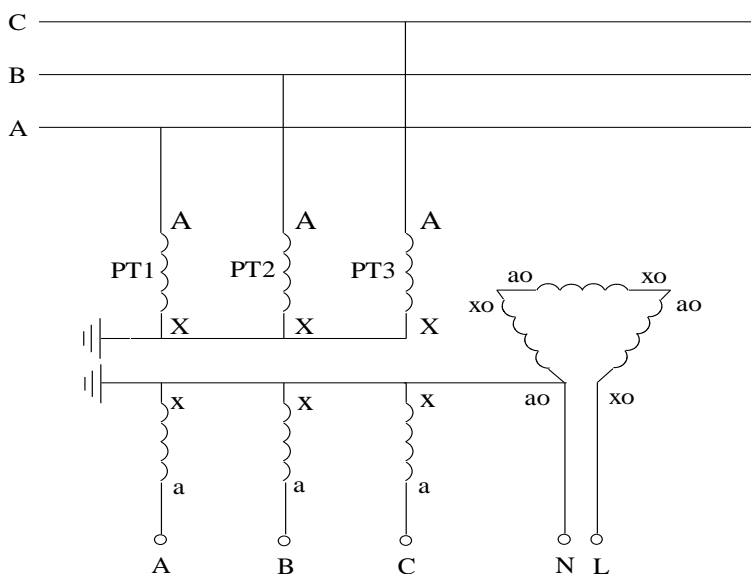
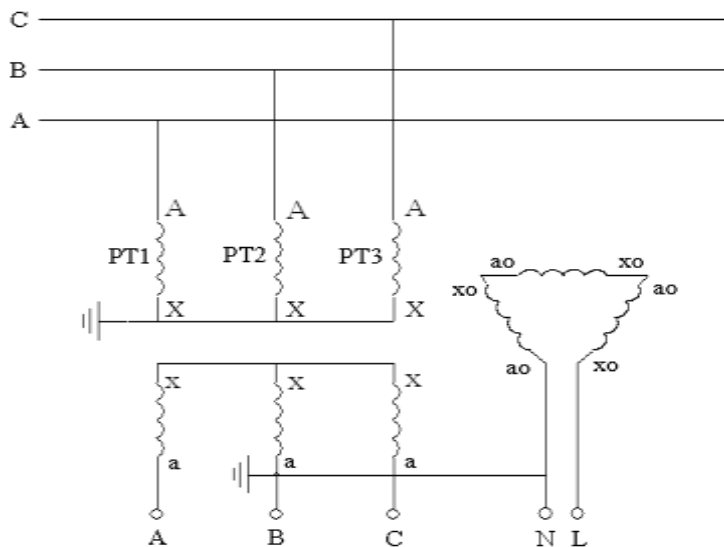

图 6 3PT 连接方式，N 接地
图 7 3PT 连接方式，B 相接地
这种连接方式分“N 接地”、“B 相接地”两种，分别如图 6 和图 7 所
图 6、图 7 所示的系统运行方式是从 PT 开口三角测量系统电容电流时所必须的运行方式。而对于一般的系统，并不都是处于这样的运行方式下，例如在系统中还接有消弧线圈、PT 高压侧中性点接有高阻消谐器、PT 开口三角接有二次消谐装置等。这时，为了使用测试仪进行容性电流的测量，必须将运行方式转换为图 6 或图 7 所示的运行方式。
- (3) 退出 PT 开口三角的消谐装置。如果经过实测证明，开口三角所接的某些厂家某些型号的二次消谐装置对测量结果没有影响，则消谐装置可以不退出运行。一般对于微电脑控制的消谐器，其只有在系统有谐振发生时才动作，该类消谐器一般对测量无影响。
- (4) 如果 PT 二次侧并列运行（很少见），则将其改为单独运行。
- (5) 确保将测试仪的电流输出端正确接到图 7 的开口三角 N-L 上。一般在二次的端子编号为 N600 和 L630。为了确保连接正确，可以按下列方法进行检查：用万用表分别测量 PT 二次侧三相电压和开口三角电压；将三相电压中的最大值减去最小时值得到的差和开口三角电压比较，如果两者差不多，就说明找到的开口三角端是正确的；如果两者差别很大，则说明没有正确找到开口三角端。例如，测量得到三相电压分别为 61V、60V、59.5V，则正确的开口三角电压应为 1.5V 左右，如果测量得到的开口三角电压仅为 0.2V，说明所找的开口三角端不正确或 PT 开口三角连线已经断开（在现场实测中发现有多个变电站的 PT 开口三角连线断开情况）。
- (6) 选择正确的 PT 变比，也就是选择正确的 PT 接线方式。电容电流测试仪是通过选择 PT 连接方式和设定系统额定高压来确定 PT 变比的，这样对于试验人员会更方便、快捷。PT 一般是采用 100/3V 的二次绕组连接成开口三角，但也有特殊的情况，有些变电站的 PT 采用 100V 二次绕组组成开口三角。为了确保选择变比的正确，可以通过测量组成开口三角的各绕组的电压来确定。
- (7) 完成以上操作后，就可以使用电容电流测试仪进行电容电流的准确测量。